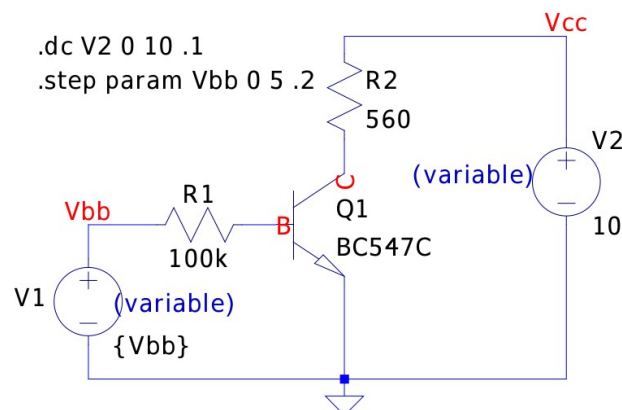

Figura 6: Circuito emisor-común con fuentes variables que permiten generar las curvas características del transistor.
El transistor es llevado a cualquiera de las zonas de trabajo mediante los resistores de polarización. Estos condicionan las corrientes (y por consiguiente los voltajes) en la base y colector del circuito emisor-común. Mediante el circuito de la figura 6 se puede obtener las *curvas características* del transistor.
- Armar el circuito en una plataforma de simulación según la figura 6. Podrá observar que se está realizando un barrido de la tensión del colector (V_{CC}) y a su vez se corren varias simulaciones con un barrido de la fuente de base (V_{BB}). Esto le permitirá graficar el comportamiento de la corriente de colector (I_C) en función de la tensión de colector-emisor (V_{CE}) para diferentes corrientes de base (I_B). Grafique las